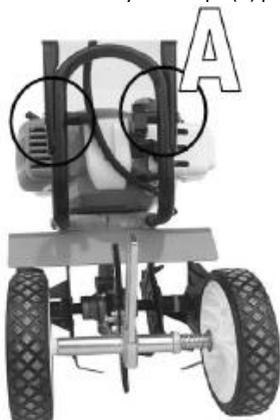

Рис. 4
Фиксирайте средната част на рамката за закрепване на работните дръжки към долната част. За целта използвайте двете заключващи гайки, двата монтажни болта и двете пружинни шайби от монтажния комплект на култиватора (A) рис. 4. Не затягвайте прекалено много гайките.